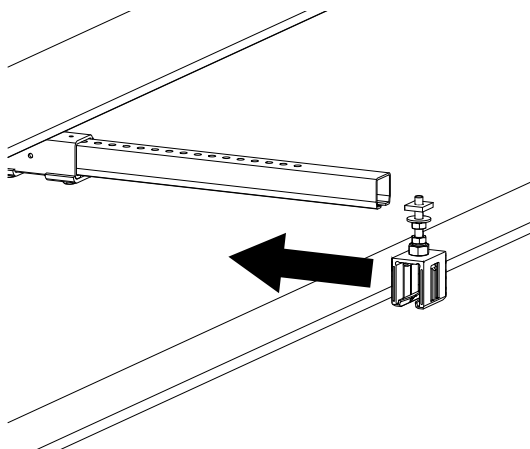

Abb. 51: Ersten Schienenhalter in Spannarm schieben
- Den ersten Schienenhalter in den Spannarm/C-Schiene schieben (siehe Abb. 51). Genaues Maß bitte den projektspezifischen Unterlagen entnehmen.